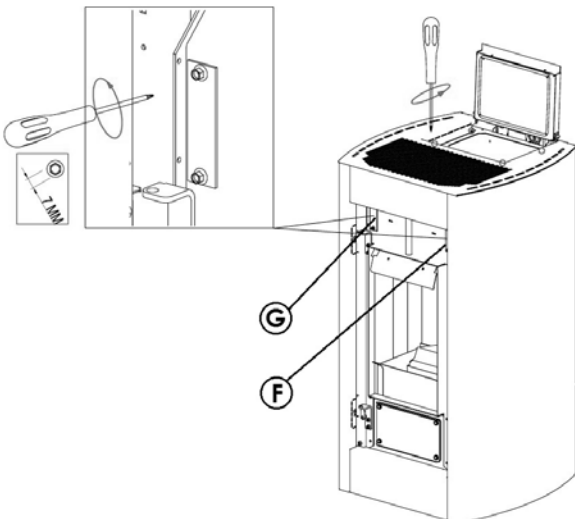

Fig. 89 - Retrait des plaques
- Quand le poêle est froid, ouvrir la porte, retirer la plaque « F » en enlevant les deux vis (voir Fig. 89).